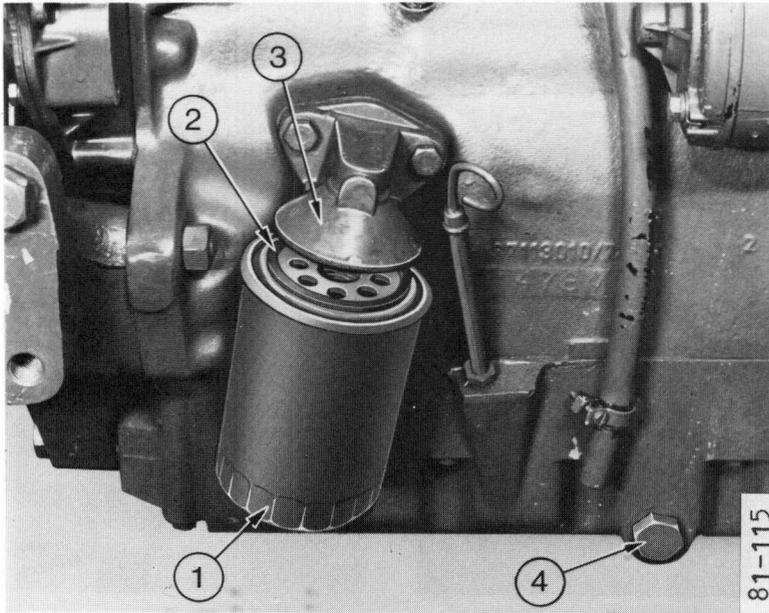

Fig. 6
- 1 – (fig. 6). Dévisser et mettre au rebut le filtre complet (1).
- 3 – Mettre quelques gouttes d'huile moteur neuve dans la nouvelle bague d'étanchéité (2), puis placer cette bague dans le logement à la partie supérieure du filtre neuf.
- 4 – Visser le filtre (1) dans la tête du filtre (3) jusqu'à ce que la bague vienne en contact avec la tête du filtre, puis serrer d'un demi-tour supplémentaire à la main uniquement (ne pas serrer avec excès).